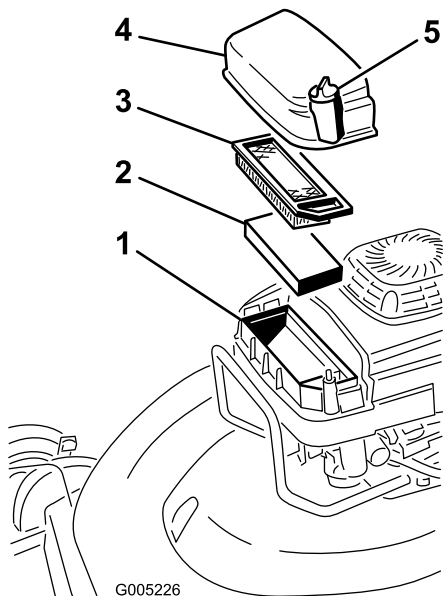

Figura 21
3. Desenrosque el tornillo que sujeta la tapa del limpiador de aire (Figura 21).
4. Retire la tapa y límpiela a fondo (Figura 21).
5. Retire el filtro de aire de papel y deséchelo (Figura 21).